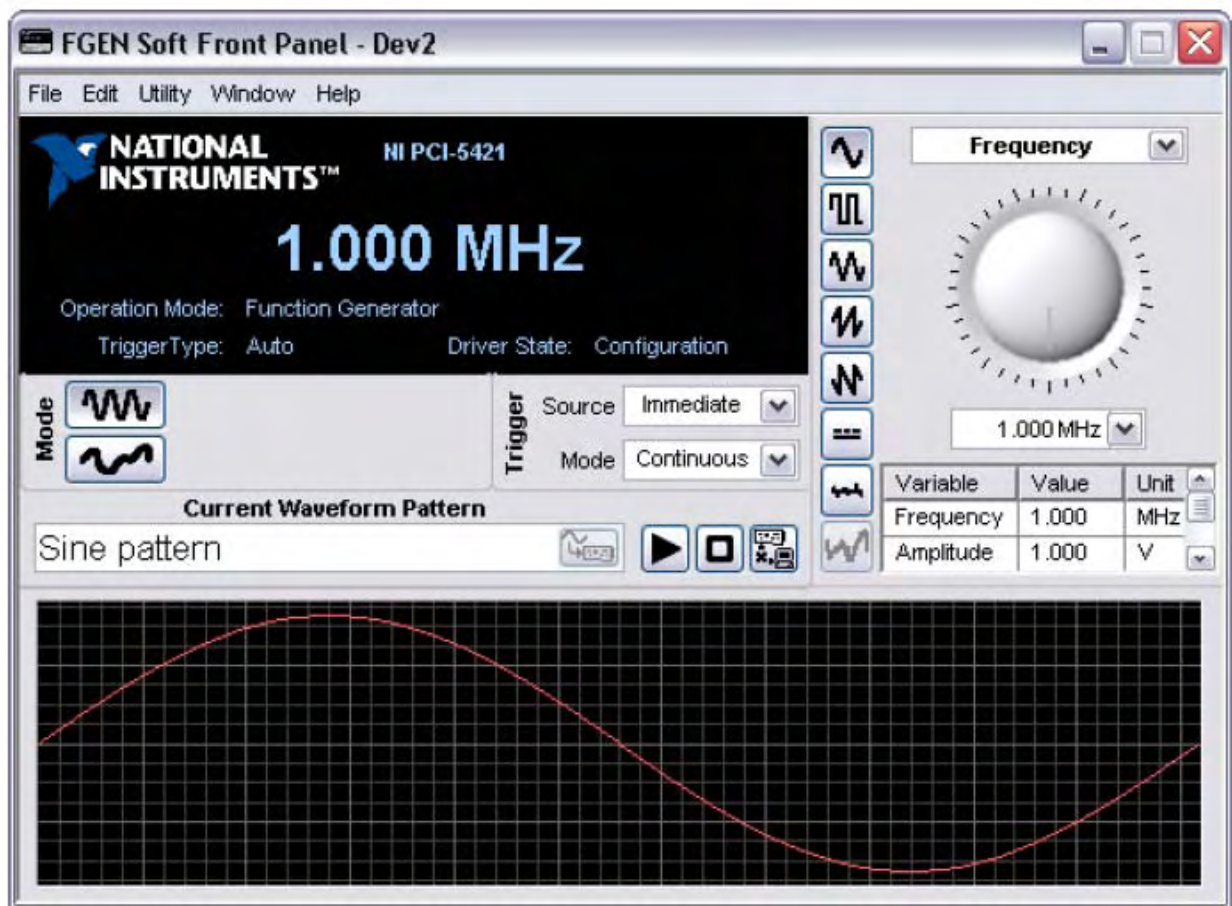

Рис. 3. Окно приложения FGEN SFP, выбран модуль NI PXI-5411
2. Убедитесь, что название нужного модуля отображается в окне FGGEN SPF (рис. 3)
2. Убедитесь, что название нужного модуля отображается в окне FGEN SFP (рис. 3)